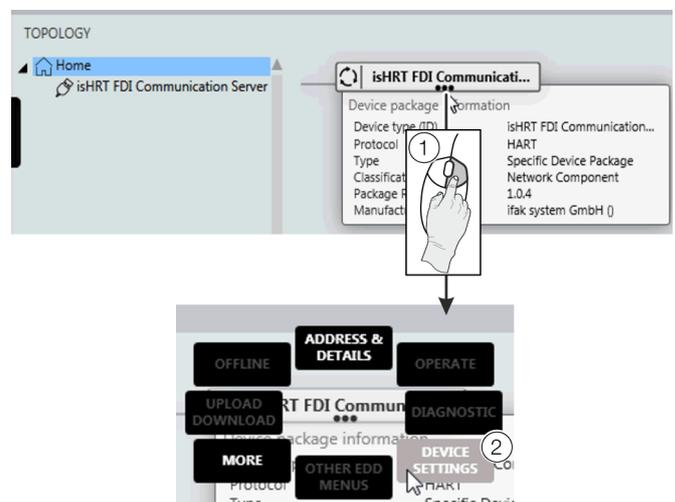

Abbildung 79: Wählen Sie FIM – ‚Geräteeinstellungen‘
6. Klicken Sie mit der rechten Maustaste auf ①, wie in **Abbildung 79** gezeigt.
7. Wählen Sie ‚GERÄTEEINSTELLUNGEN‘ ② wie in **Abbildung 79** gezeigt.